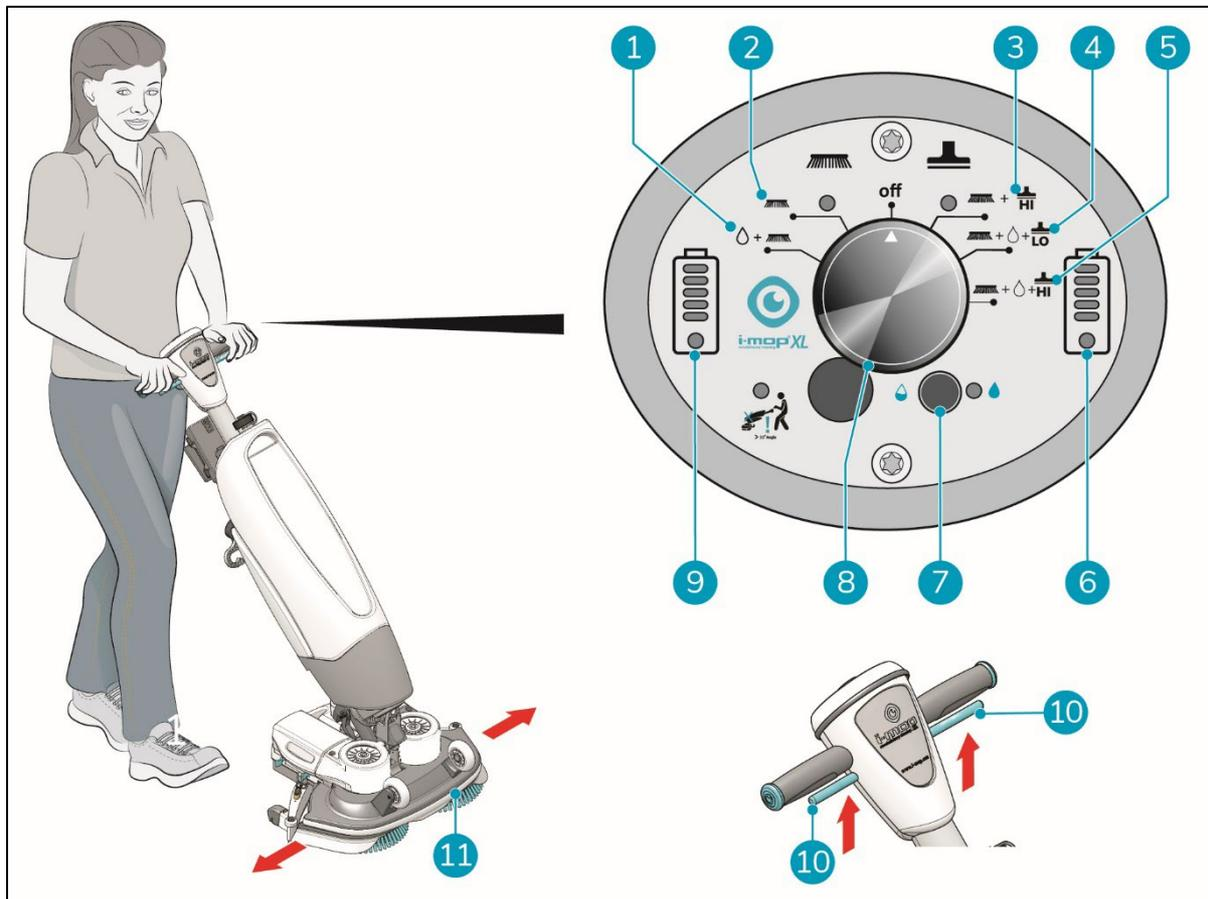

Abbildung 22
4. Stellen Sie sich hinter den i-mop[®] XL Pro. Wählen Sie Ihren Reinigungsmodus über den Hauptschalter (Abbildung 22, Pos. 7). Damit schalten Sie auch den i-mop XL Pro ein. Sie können die Optionen einzeln oder kombiniert auswählen.
- MODUS 1: Bürste + Wasser/Reinigungslösung (Abbildung 22, Pos. 1).
- MODUS 2: Nur Bürste (Abbildung 22, Pos. 2).
- MODUS 3: Bürste + Vakuum (Abbildung 22, Pos. 3).
- MODUS 4: Bürste + Wasser/Reinigungslösung + Lo-Vakuum (Abbildung 22, Pos. 4).
- MODUS 4: Bürste + Wasser/Reinigungslösung + Hochvakuum (Abbildung 22, Pos. 5).
6. Drücken Sie den Abzug am Griff (Abbildung 22, Pos. 10). Dadurch wird auch der i-mop[®] XL gestartet.
9. Drehen Sie den Griff vorsichtig nach links oder rechts, um das Bürstendeck zu bewegen (Abbildung 22, Pos. 11).
10. Loslassen des Auslösers (Abbildung 22, Pos. 10) wird der i-mop XL Pro sofort angehalten. Der Saugmotor wird nach 3 Sekunden angehalten.